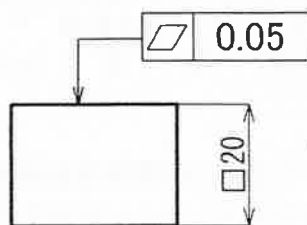

図 1
(1) 図 1 は、四角の断面形状をした鋼材である。図 1 で示されている幾何公差の指示内容を説明せよ。